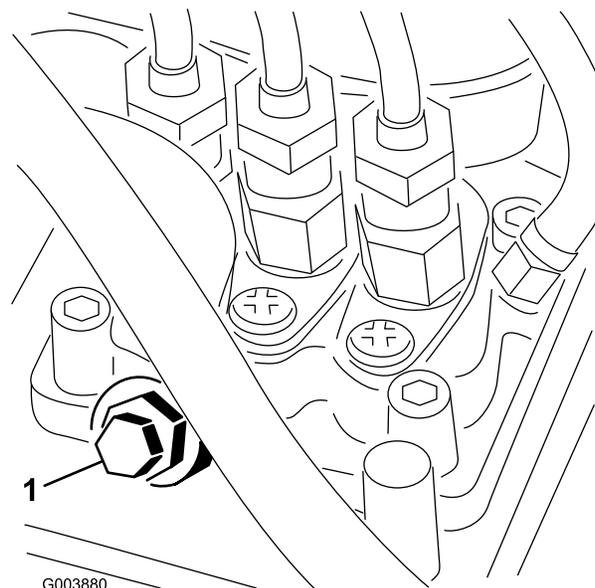

Figure 22
3. Desserrez la vis de purge d'air sur la pompe d'injection (Figure 22).